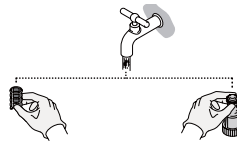

Fig. 30
3. Rincez les différentes pièces sous le robinet (Fig.30).